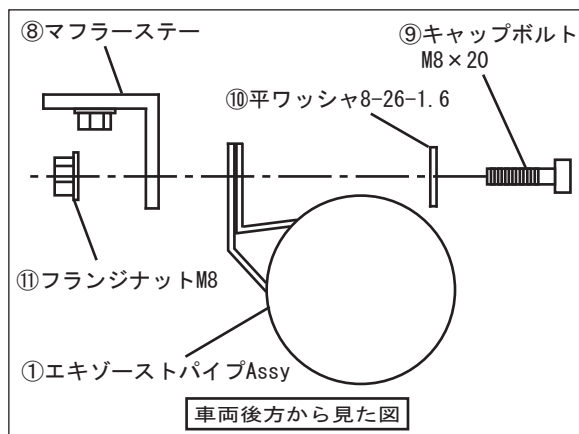

FIG. 6
5. ①エキゾーストパイプ Assy の分岐部のステーを、手順3で取り付けした⑧マフラステーに合わせ、⑨キャップボルト M8×20、⑩平ワッシャ 8-26-1.6、⑪フランジナット M8 を使用して取り付け、仮締めします。(FIG. 6. 7 参照)
- ・必ず⑨キャップボルトは、FIG. 6の向きで取り付けして下さい。作業スペースが非常に狭い為、逆向きに取り付けると工具が入らず、締め付ける事ができません。
6. 車両のO2センサーを①エキゾーストパイプ Assy のセンサーボスに取り付け、規定トルクで締め付けて下さい。